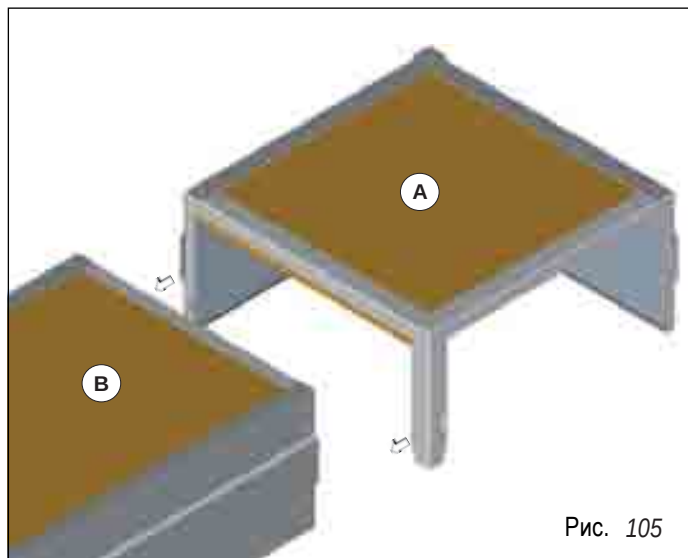
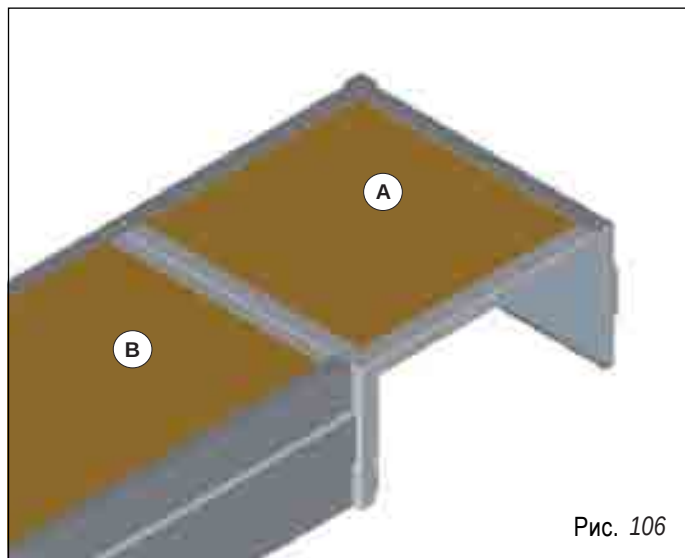

Рис. 105
Рис. 106
Соединить модуль изгиба (A) с участком теплоизлучающей ленты (B) с помощью выступа и щели (рис. 105), в соответствии с указаниями выше. Закрепить модуль изгиба к теплоизлучающей трубе (рис. 106) с помощью двух каркасов и винта с болтом в соответствии с указаниями выше.